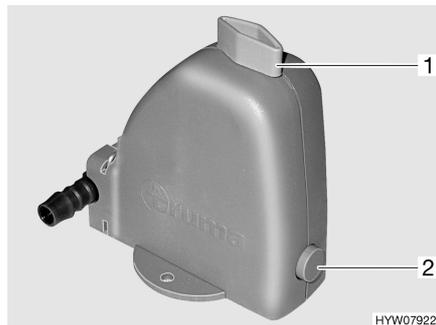

Fig. 68 Valvola di sicurezza/di scarico
- Chiudere la valvola di sicurezza/di scarico (Fig. 68). A tal fine ruotare la manopola (Fig. 68,1) verticalmente rispetto alla valvola di sicurezza/di scarico e premere verso l'interno il bottone automatico (Fig. 68,2). Con temperature inferiori a 6 °C non è possibile chiudere la valvola di sicurezza/di scarico.